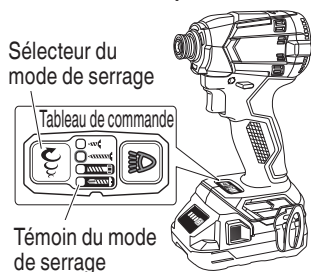

Fig. 14
9. Fonction du sélecteur de mode de serrage (Fig. 14)